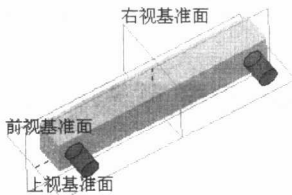
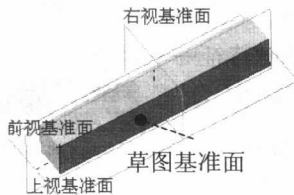

图 1.4 拉伸 2
图 1.5 草图基准面
(4) 单击  按钮, 完成拉伸 1 的创建。
Step3. 添加图 1.4 所示的零件特征——拉伸 2。
(1) 选择命令。选择下拉菜单 **插入(I)** → **凸台/基体(B)** → **拉伸(E)...** 命令(或单击“特征(F)”工具栏中的  按钮)。
(2) 定义特征的横断面草图。
① 定义草图基准面。选取图 1.5 所示的平面作为草图基准面。